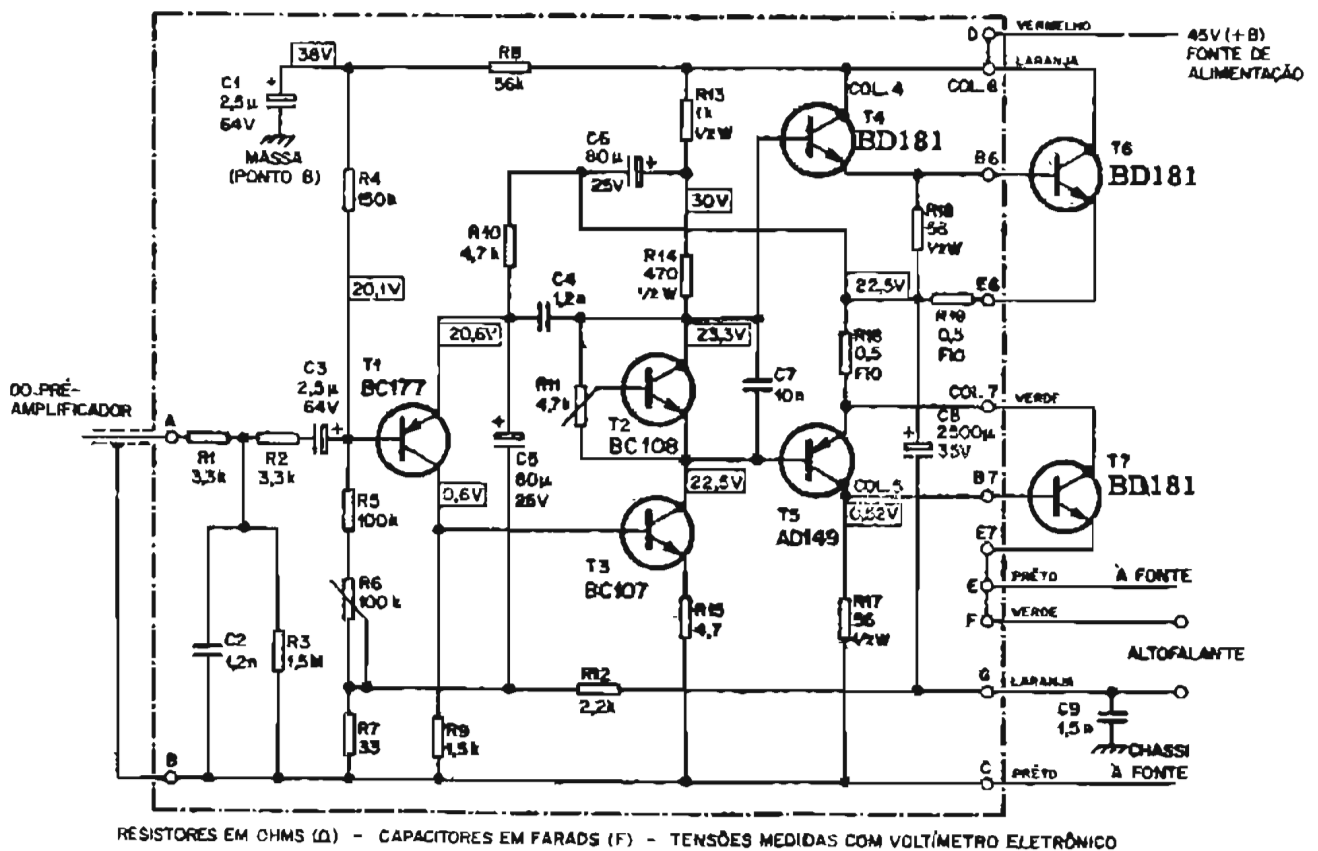

Figura 1 - Diagrama esquemático do M-150
O diagrama esquemático do módulo amplificador M-150 encontra-se na figura 1.
- 12 - Constatada a correção da montagem, no caso da persistência do defeito, meça as tensões indicadas na figura 1, usando, de preferência, um voltímetro eletrônico. Discrepâncias superiores a 20% (entre o valor constante no diagrama da figura 1 e o medido no aparelho), indicarão a possibilidade de defeito no estágio em foco.